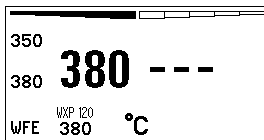

Abb. 38: WFE Anschluss
Die WX 2 Lötstation erkennt automatisch, welches Zusatzgerät angeschlossen ist. Die WX 2 Lötstation zeigt links (Schnittstelle vorne (11), siehe Abb. 38) oder rechts (Schnittstelle hinten) das Symbol oder den Namen des angeschlossenen Zusatzgeräts (31/25) an.